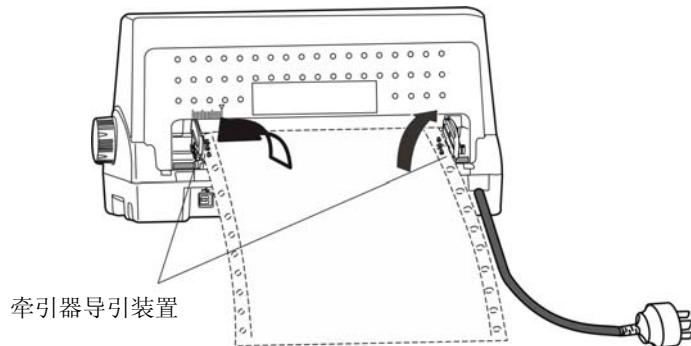

图 3-8 将连续纸安装在牵引器上
4. 打开牵引器，将纸装入牵引器齿轮上（如图 3-8 所示）。